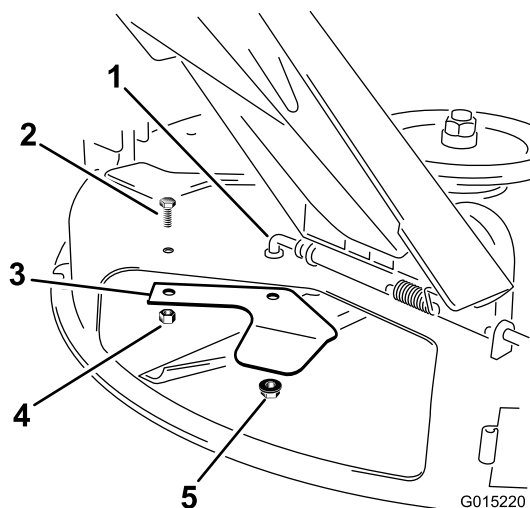

Figura 20
2. Retire las contratuercas y el perno que sujetan la chapa deflectora a la parte inferior de la carcasa (Figura 20). Guarde todas las fijaciones.